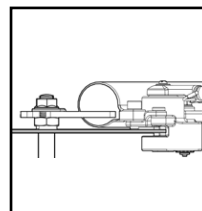

Figure 66
- Pour assurer le bon positionnement de l'étrier de frein, desserrez les boulons qui le maintiennent en place et positionnez-le de façon à ce que le patin de frein extérieur soit légèrement plus près du rotor que le patin de frein intérieur (voir les Figures 66 et 67). Puis resserrez l'un après l'autre les deux boulons de fixation de l'étrier. Faites tourner la roue pour vous assurer qu'aucun frottement ne se produit à un point quelconque du rotor.